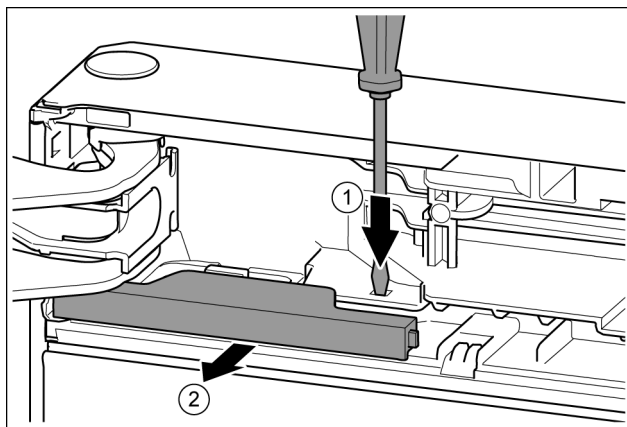

Fig. 11
- ▶ Plochým šroubovákem lamelu přitlačte. Fig. 11 (1)
- ▶ Kryt vytáhněte ze zářezky. Fig. 11 (2)